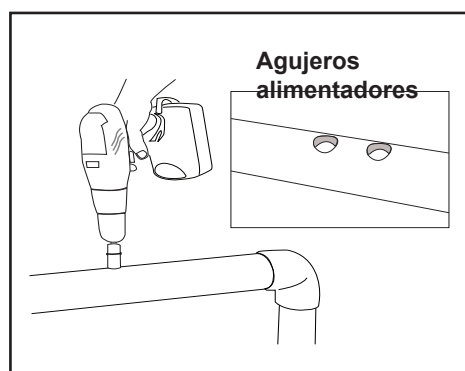

Figura 8. Perforación de agujeros alimentadores
7. Haga los agujeros alimentadores usando una sierra hueca. Asegúrese de que los agujeros estén limpios (ver Figura 8).